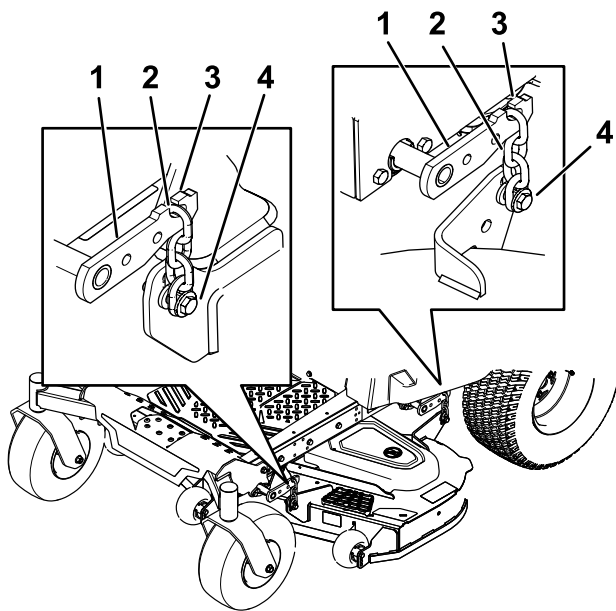

Figura 76
8. Retire las cadenas de los ganchos de los brazos de elevación de la carcasa (Figura 76).
6. Eleve la parte trasera de la carcasa del cortacésped y conecte las cadenas a los brazos de elevación traseros (Figura 76).
7. Conecte las cadenas delanteras a los brazos de elevación delanteros (Figura 76).